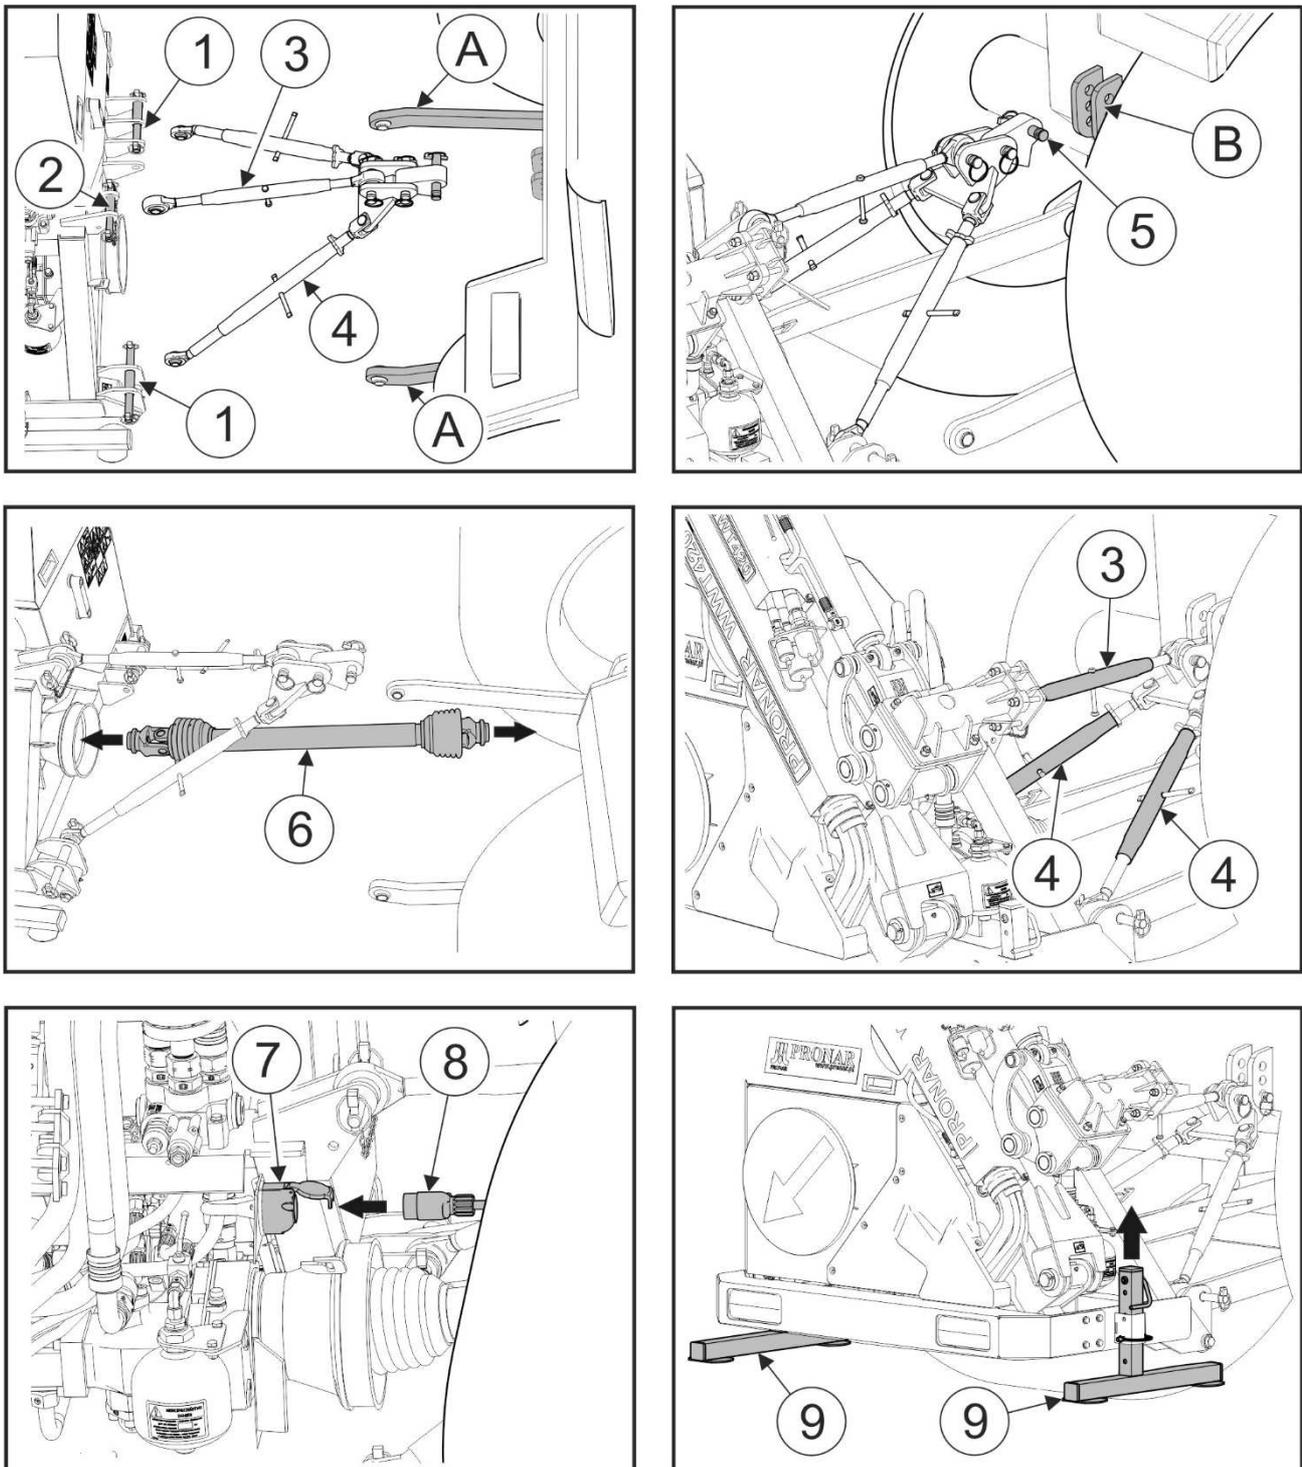

РИСУНОК 4.1 Подсоединение универсальной стрелы к носителю орудия (трактору)
При подсоединении универсальной стрелы к задней трехточечной навески носителя орудия (трактора) нужно соблюдать следующую очередность операций (РИСУНОК 4.1):
- Заблокировать систему навески при помощи тяг (4) блокировки трехточечной системы навески (РИСУНОК 4.1).
- Соединить электрический разъем электрической системы носителя орудия (трактора) с электрическим разъемом (7) на универсальной стреле при помощи электропровода (8) (РИСУНОК 4.1).
- Поднять опоры (9) на максимальную высоту и заблокировать чекой.